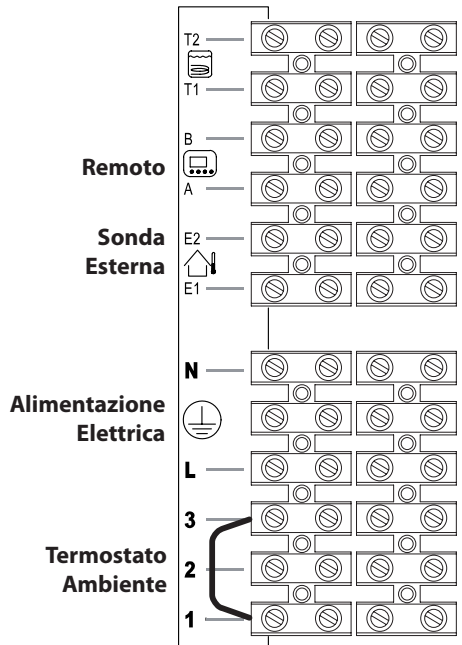

Figura 5.19
- Collegare il cavo di alimentazione elettrica proveniente dall'interruttore onnipolare alla morsetteria di alimentazione elettrica della caldaia (Figura 5.19) rispettando la corrispondenza della linea (filo marrone) e del neutro (filo azzurro).
Per il collegamento di un termostato ambiente servirsi dei morsetti indicati in Figura 5.19.
Per il collegamento di valvole di zona servirsi dei morsetti termostato ambiente indicati in Figura 5.19 e Figura 5.20. I conduttori elettrici dei contatti del micro della valvola di zona vanno inseriti nei morsetti "1 e 3" della morsettiera termostato ambiente come in Figura 5.20.